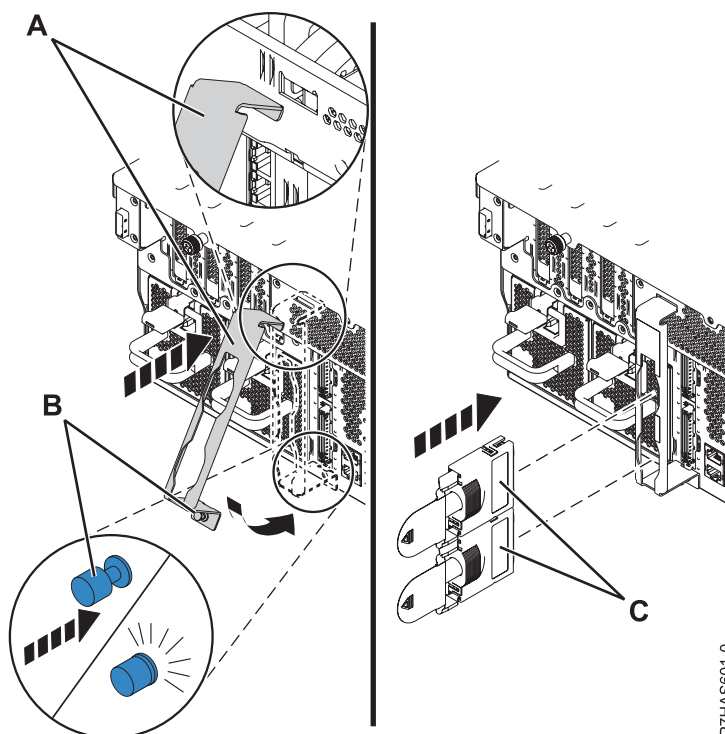

Figura 3. Instal·lació de la peça de subjecció de retenció de cables
15. Si es proporciona la peça de subjecció de retenció de cables (A), que es mostra a Figura 3, completeu els passos següents:
- a. Inclineu la peça de retenció del cable (A), que es mostra a la Figura 3, fins a enganxar la pestanya de la part inferior de la peça a la ranura del conjunt de l'adaptador.
- b. Feu pivotar la peça de retenció del cable cap al xassís i premeu la brida de la peça de retenció (B) al forat del xassís per assegurar la peça.
- c. Des de la part posterior del sistema, connecteu els cables de l'adaptador (C).